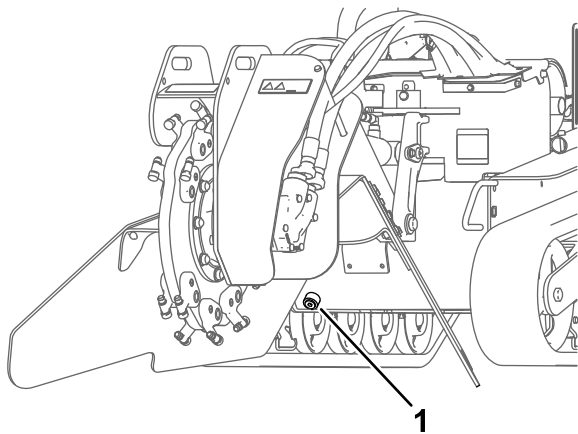

図 59
7. ドレンプラグを外して排出されるオイルを容器に回収する 図 59。